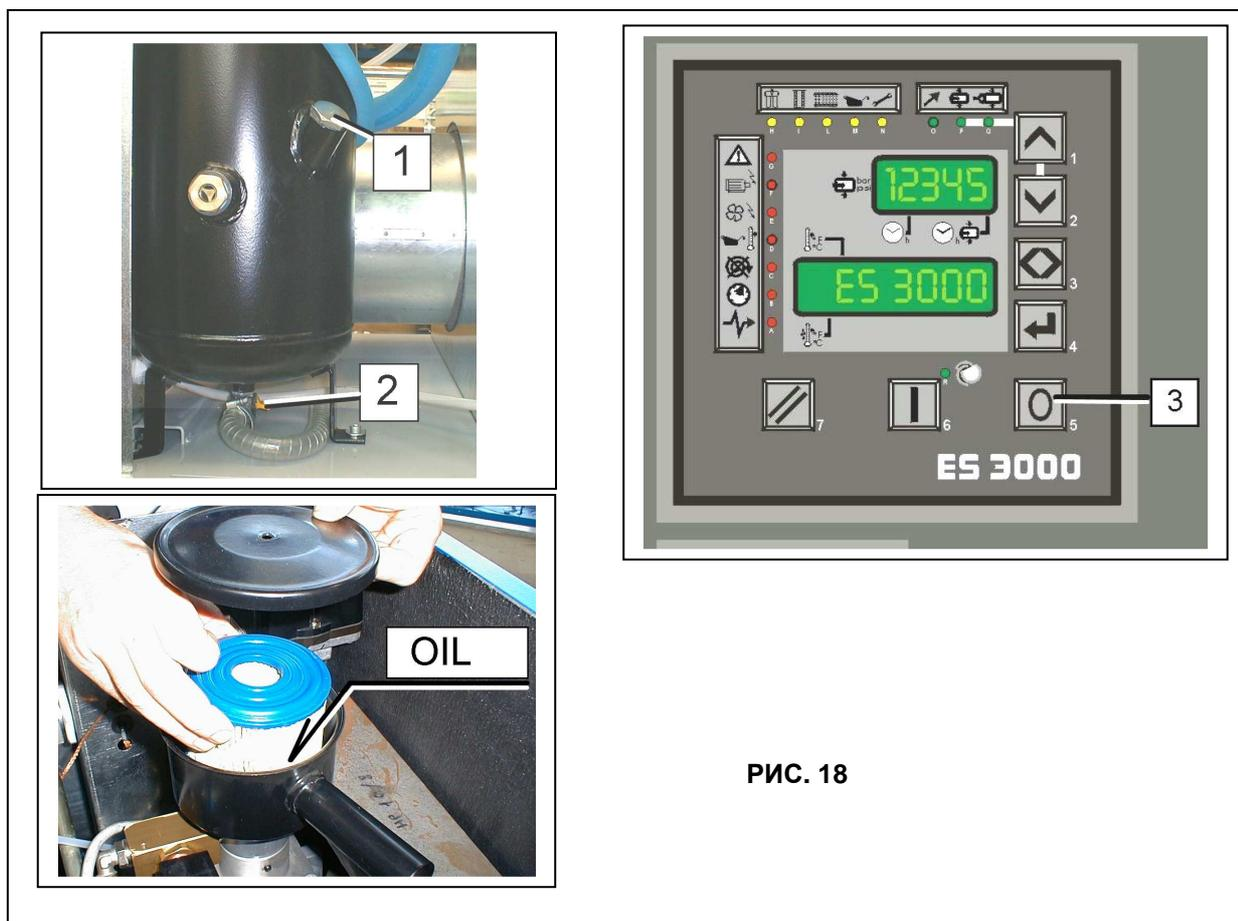

РИС. 18
После слива из машины отработанного масла, ссылка 2, рисунок 18.
- Полностью заполните масляный коллектор, ссылка 1, рисунок 18.
- Через одну минуту выключите машину, нажав на кнопку "STOP" (ссылка 3, рисунок 18), через несколько секунд холостого хода машина выключится.